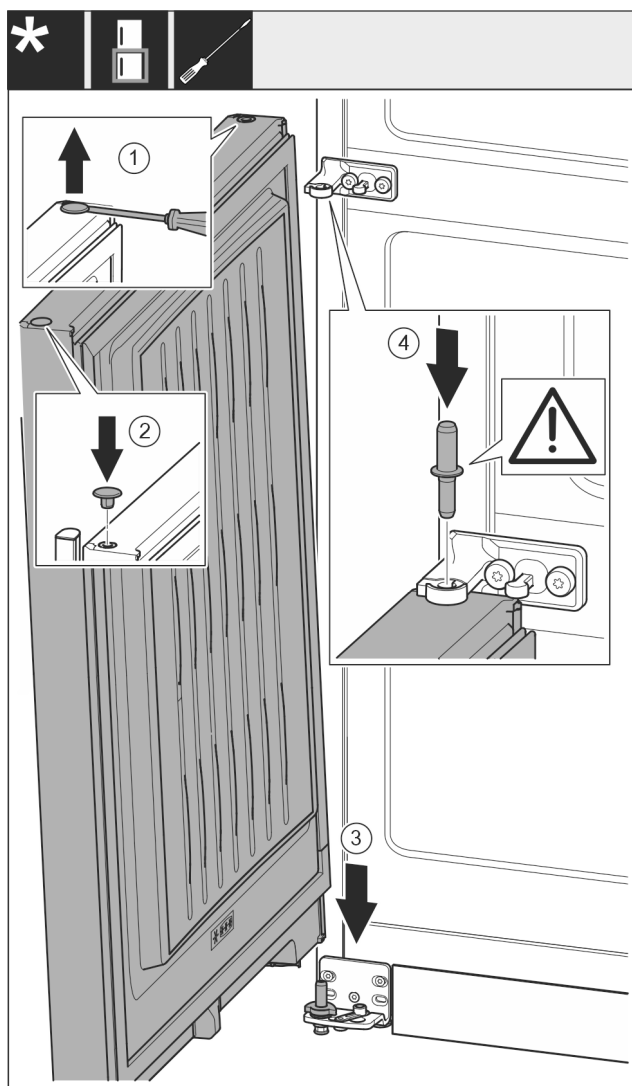

Fig. 20
- Paceliet uzmanīgi ar plakano skrūvgriezi un izvelciet ārā aizbāzni Fig. 20 (1).
- Ievietojiet atpakaļ aizbāzni Fig. 20 (2) otrā durvju pusē.
- Uzlieciet durvis Fig. 20 (3) no augšas uz apakšējās gultņa tapas.
- Ievietojiet vidējo gultņa tapu Fig. 20 (4) vidējā gultņa balstā apakšējās durvīs. Uzmaniet, lai fiksācijas izcilnis būtu vērsts virzienā uz aizmuguri.